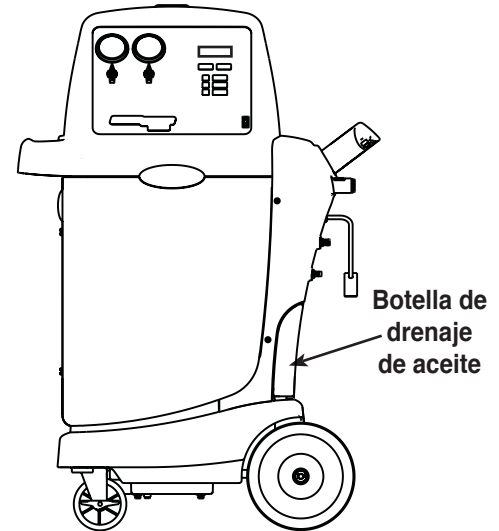

Figura 5
1. Vacíe la botella de drenaje de aceite que se encuentra al lado derecho de la unidad, si fuera necesario o anote el nivel actual de aceite. Consulte la Figura 5.